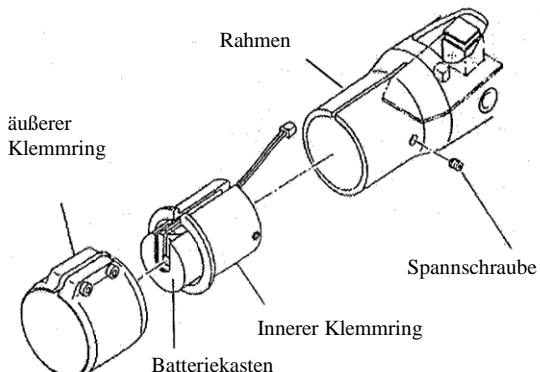

Abb. 8 : Den Klemmring entnehmen
3. Den äußeren Klemmring, dann die Spannschraube, dann gleichzeitig den inneren Klemmring und den Batteriekasten aus dem Rahmen entnehmen (Abb. 8).
Achten Sie darauf, daß der Batteriesteckverbinder an der Vorderseite der Leiterplatte ist (Abb. 8).